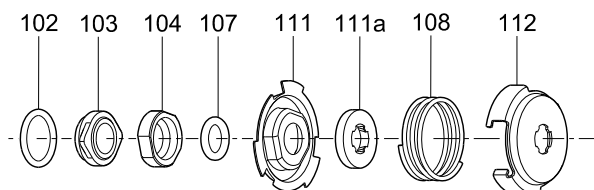

Рис. 9 Детализовка уплотнения вала
10. Демонтировать уплотнение вала (поз. 105). См. рис. 9.